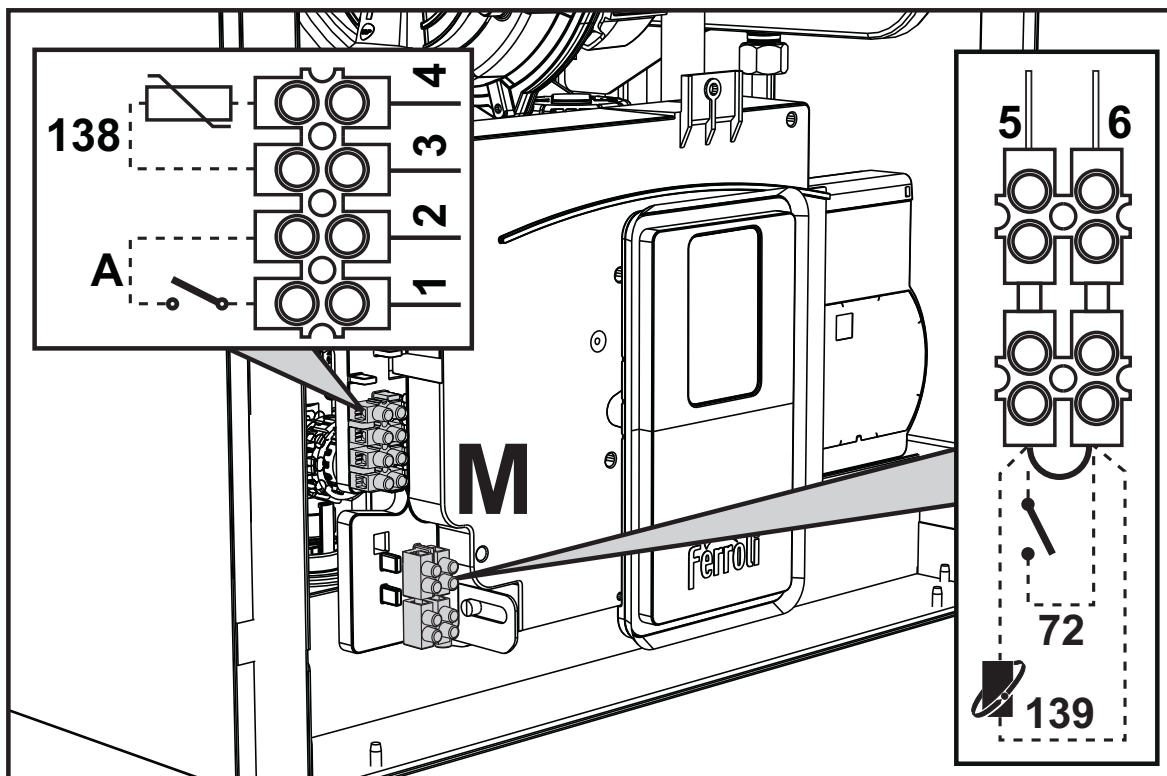
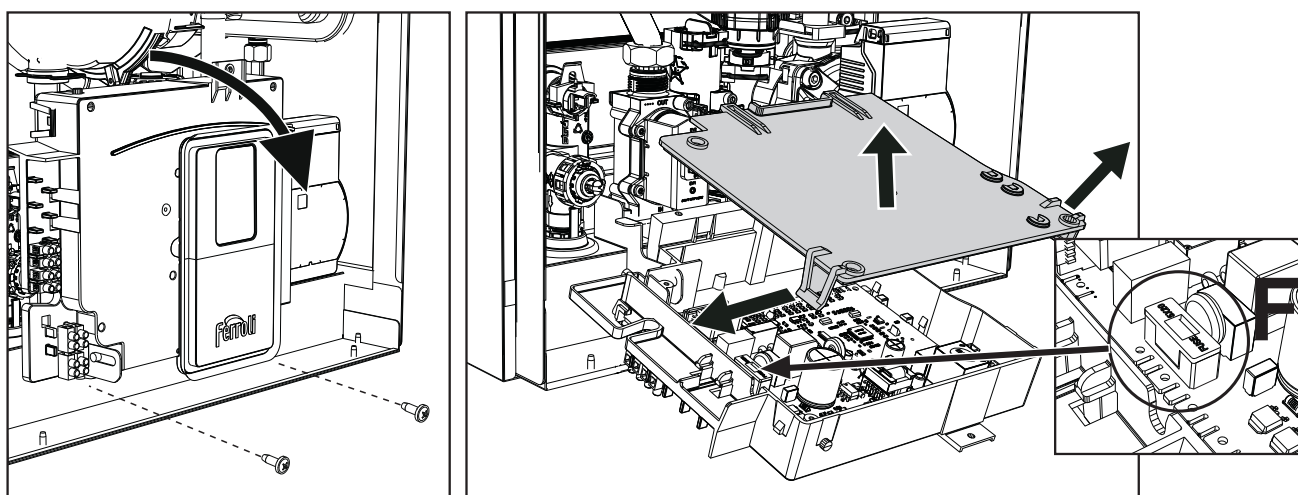

fig. 28
fig. 29
Nadat het voorpaneel is verwijderd ("Openen van het voorpaneel" op pagina 46), zijn de klemmenborden (M) en de zekering (F) toegankelijk door de onderstaande aanwijzingen te volgen (fig. 28 en fig. 29). **De klemmen die zijn aangegeven in fig. 28 moeten droge contacten zijn (niet 230V).** De plaats van de klemmen voor de verschillende aansluitingen staat ook vermeld in het schakelschema op fig. 79.
Configuratie ON/OFF-schakelaar (A fig. 28)